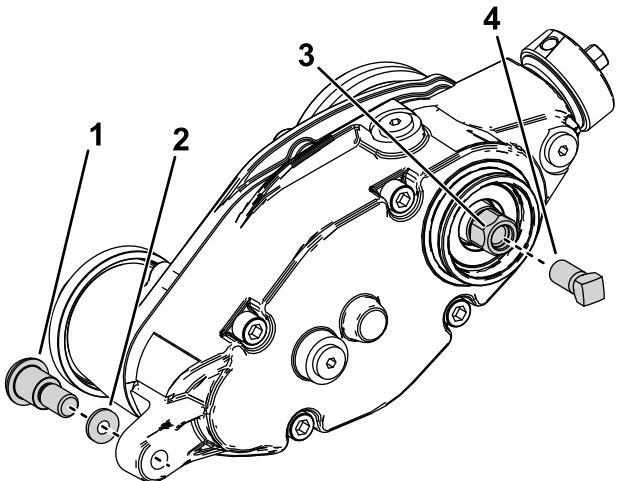

図 34
2. グルーマを駆動ボックスに接続しているクランクボルトを外す **図 34**。
3. グルーマを駆動ボックスをアジャスタームに接続しているショルダーボルトと硬化ワッシャを外す **図 34**。
5. **図 34**のように、補強ねじP/N 1-803022別売をグルーマ駆動六角ヘッドのねじ溝に取り付けて 13.5 Nm 1.4 kg.m = 120 in-lb にトルク締めする。
6. グルーマ駆動六角ヘッドを回して、リールからグルーマ駆動ボックスを外す **図 34**。